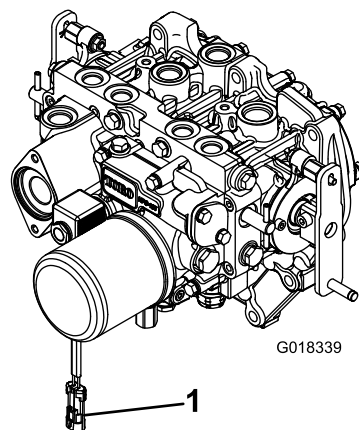

図 3
2. ワイヤハーネスについている PTO 用ソレノイドバルブ駆動コイル用のコネクタを外す 図 3。
8. 駆動シャフトの反対側の端部をアタッチメントのギアボックスのシャフトに固定し終わったら、ワイヤーハーネスの電気コネクタを PTO ソレノイドバルブのコイルのコネクタに接続する 図 3。